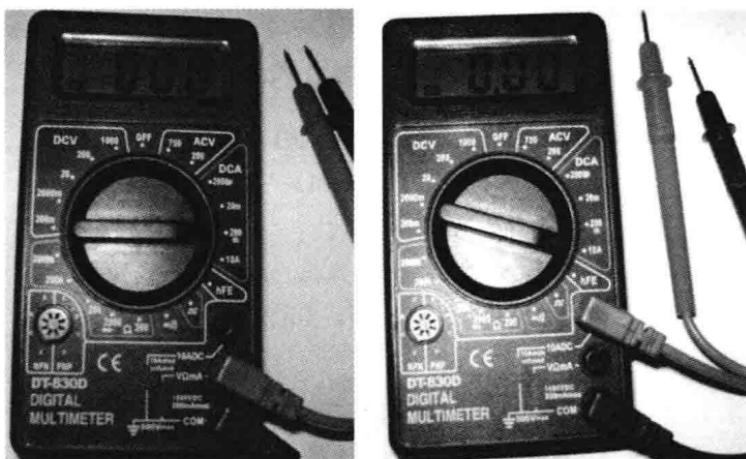

图 7-28 红、黑表笔插入适当的插孔
- (1) 切断被测电路的电源，将全部高压电容放电。
- (2) 把黑色表笔插入 COM 插孔，红色表笔插入到适当的插孔。如被测电流小于 200mA 时将红色表笔连接到 VΩmA 插孔；如被测电流在 200mA~10A 间，将红色表笔连接到 10A 插孔，如图 7-28 所示。